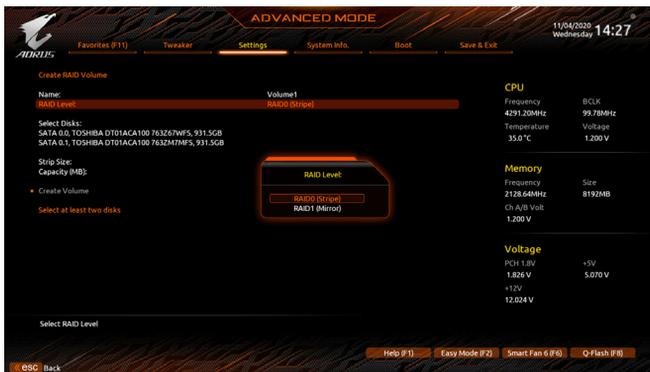

图3
在「Intel(R) Rapid Storage Technology」画面时,请在「Create RAID Volume」选项按<Enter>键,进入「Create RAID Volume」画面,首先在「Name」选项自定义磁盘阵列名称,字数最多可至16个字母但不能有特殊字符,设定好后按<Enter>键。接着使用下键移动至「RAID Level」选项选择要制作的RAID模式(图3)。RAID模式选项有:RAID 0、RAID 1、RAID 10及RAID 5(可选择的RAID模式会依据所安装的硬盘总数而定)。选择好RAID模式后,再按下键移动至「Select Disks」选项。